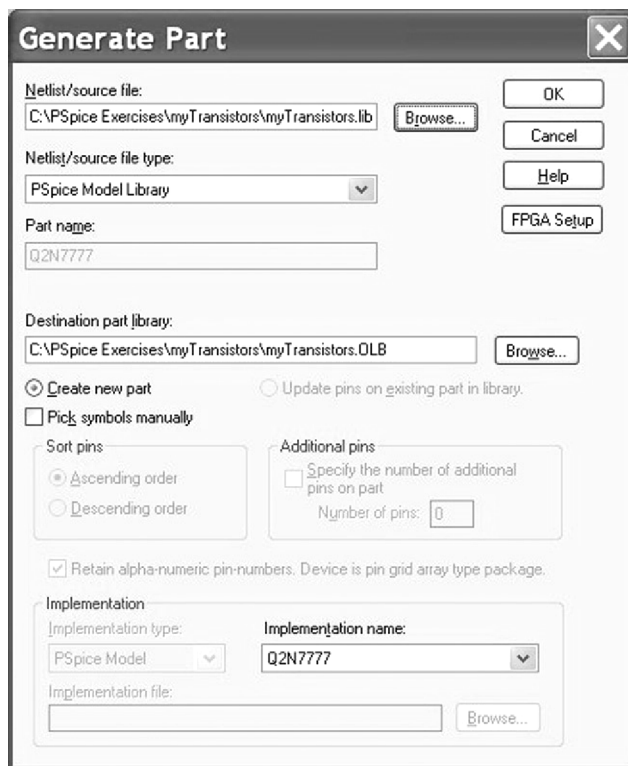

图 16.21 生成 Capture 元器件
7. 在项目管理器选中 Transistors.dsn 文件，然后选择菜单 **Tools > Generate Part**。如图 16.21 所示为元器件生成窗口：